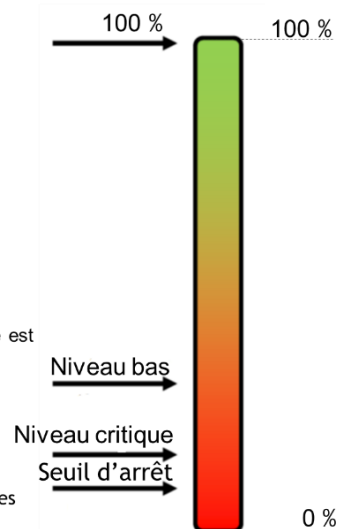

Figure 9 : fonctionnement en fonction de la capacité de la batterie
**Question II-1** **Exprimer** les pourcentages de la capacité restante du seuil de Niveau bas, Niveau critique et Seuil d'arrêt en mesurant les pourcentages sur la figure 9 et **caractériser**, en watt-heure, l'énergie utilisable par le robot jusqu'au seuil d'arrêt.